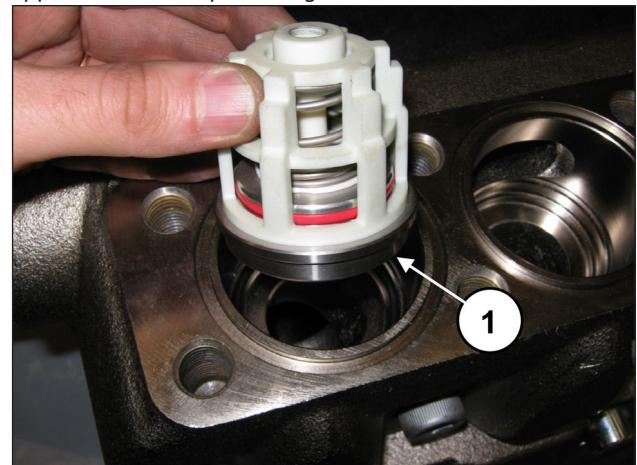

Fig. 158
Insert the outlet valve unit (pos. ①, Fig. 158).